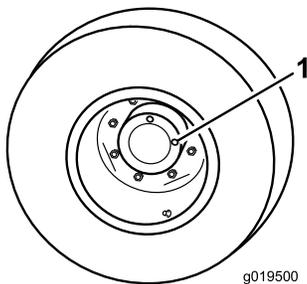

Figura 63
1. Com a máquina numa superfície nivelada, posicione a roda de forma a que um tampão de verificação (Figura 63) fique na posição das 12 horas e a outra na das 3 horas.
1. Tampão de verificação (2)
2. Retire o tampão da posição das 3 horas (Figura 63). O óleo deve ficar ao nível do fundo do orifício do tampão de verificação.